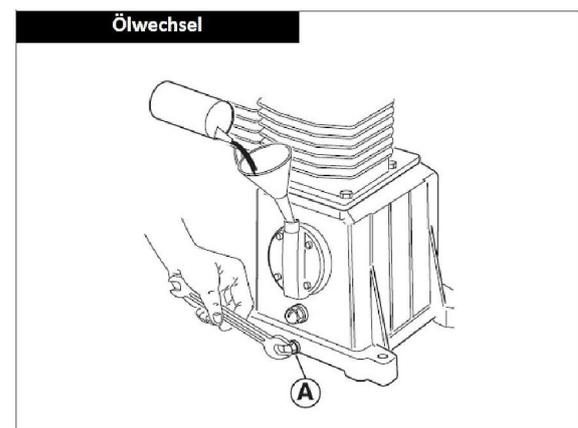

fig. 17: Cambio de aceite
Paso 2: Extraiga el tornillo de carga de aceite, el tapón de cierre o la varilla de medición, gire el tapón de drenaje de aceite (A) (Fig. 17), y recoja el aceite de desecho en un recipiente adecuado.